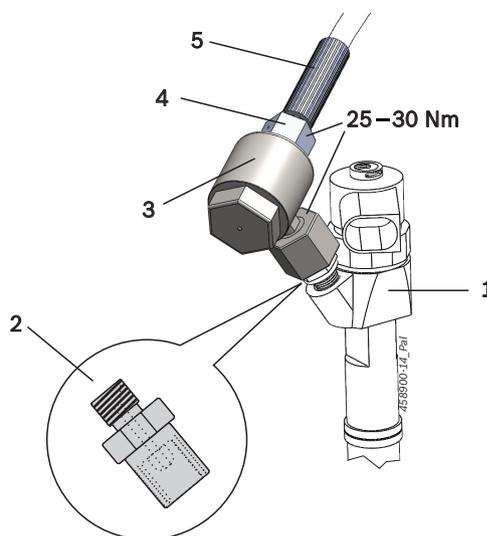

Рис. 6: Подключение инжектора
! Всегда подсоединять шлангопровод высокого давления (Рис. 6, поз. 5) к CRI/CRIN или CRI Piezo с помощью соединительного адаптера. Никогда не подключать шлангопровод высокого давления к CRI/CRIN или CRI Piezo напрямую. Всегда поддерживать соединительный адаптер в чистоте.
С помощью соединительного адаптера (Рис. 6, поз. 3) шлангопровод высокого давления (Рис. 6, поз. 4) соединяется с патрубком высокого давления CRI/CRIN или CRI Piezo. Для подключения патрубка высокого давления с резьбой M14x1,5 дополнительно используется адаптер (Рис. 6, поз. 2).
- Закрепить соединительный адаптер (Рис. 6, поз. 3) без присоединенного шлангопровода высокого давления на патрубке высокого давления инжектора (Рис. 6, поз. 1).